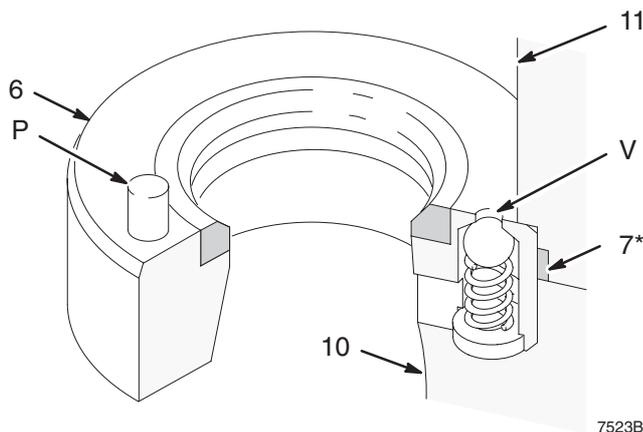

Abb. 14
4. Den Einlasssitz (6) des Entlastungsventils an der linken Seite des unteren Gehäuses (11) installieren, wie dies in Abb. 15 dargestellt ist (der Pfeil am Aufkleber 35 weist zur richtigen Stelle). Der Stift (P) am Sitz muss nach oben in das Gehäuse zeigen. Der Stift begrenzt die Positionierung des Sitzes, wodurch sichergestellt wird, dass die Belüftungsöffnung (V) nicht durch einen Teil des Gehäuses blockiert wird. Siehe Abb. 14.
5. Den Einlasssitz ohne Entlastungsventil (34) an der rechten Seite des unteren Gehäuses (11) installieren.
Der Einlasssitz des Überdruckventils muss, wie dargestellt, in der linken Seite des Gehäuses (11) installiert werden. Sitz wie in Abb. 14 gezeigt ausrichten.
- 2 Einlasssitz ohne Entlastungsventil. **Den Entlastungsventilsitz (6) nicht an dieser Seite des Gehäuses (11) installieren.**
- 9 Abgeschrägte Seite muss zur Kugel (5) gerichtet sein.